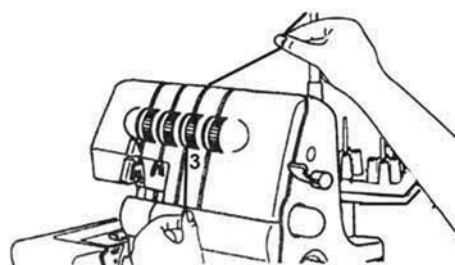

Afb. 16
3. De draad in de draadgeleiding inrijgen, door de draad naar onderen te trekken, totdat hij onder de draadgeleiding glijdt (2) (afb. 16).